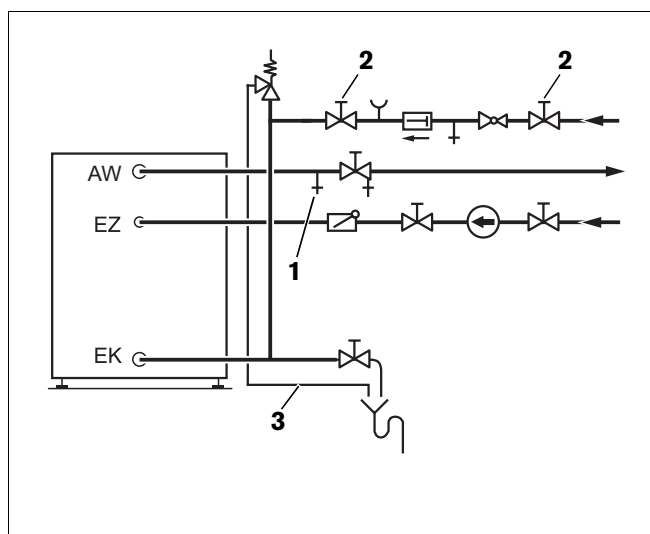

Fig. 11 Installation selon DIN 1988 (schéma de principe)
- Pour purger le préparateur, ouvrir la vanne d'aération et de purge (fig. 11, **pos. 1**) ou le robinet situé au point le plus élevé.
- Ouvrir la vanne d'arrêt d'entrée d'eau froide EK (fig. 11, **pos. 2**) pour remplir le préparateur.
- Avant la mise en température, vérifier si la chaudière, le préparateur et les conduites sont remplies d'eau. Pour cela, ouvrir le robinet de remplissage et de vidange (fig. 11, **pos. 1**).
- Laissez la conduite de la soupape de sécurité (fig. 11, page 14) toujours ouverte.
- que la conduite d'échappement de la soupape de sécurité (fig. 11, page 14) doit toujours rester ouverte.